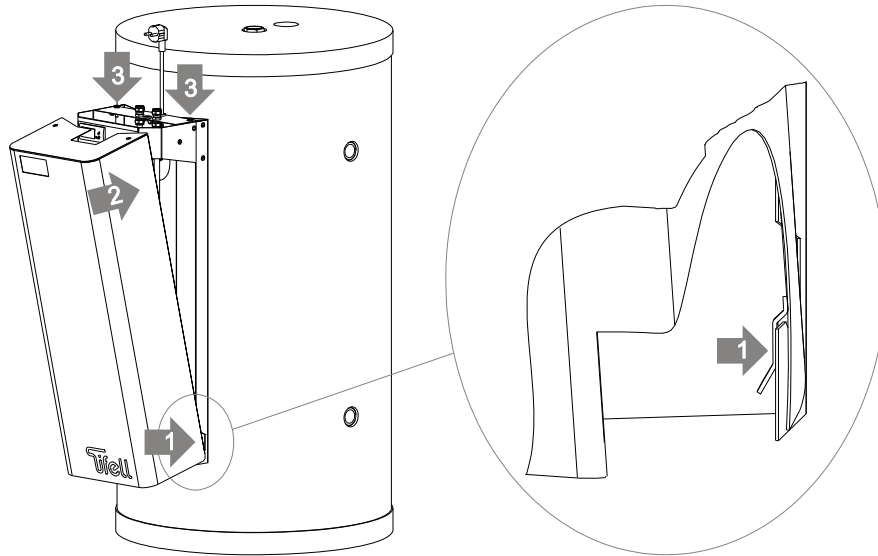

Figura 11
- Encajar las pestañas de la izquierda y derecha del carenado [1; Figura 11] en las en las ranuras del soporte posterior.
- Roscar los dos tornillo Allen M6 [3; Figura 11] y apretarlos con la llave Allen de 4 mm.